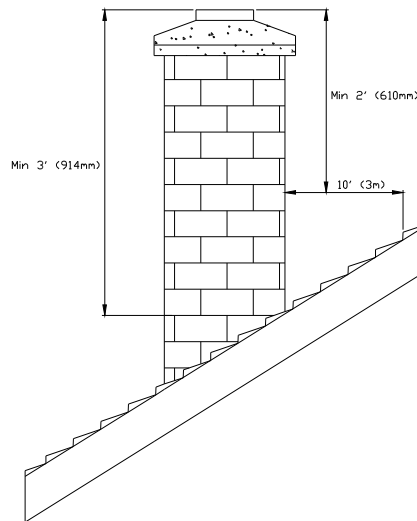

FIGURE 2 Hauteur minimum de la cheminée
- La cheminée doit dépasser le toit d'au moins 0,9 m (3 pi) du point de contact le plus élevé. Voir la figure 2.
- La cheminée doit dépasser toute partie du bâtiment ou autre obstruction située à une distance d'au plus 3,04 m (10 pi) d'au moins 0,6 m (2 pi). Voir la figure 2.